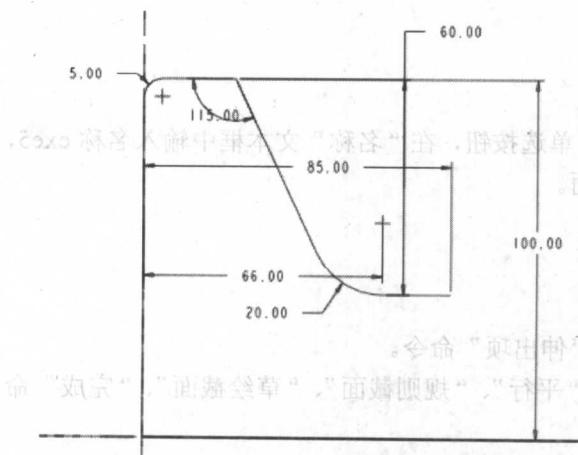

图 4-4
- (5) 绘制如图 4-4 所示的特征截面。
- (6) 单击草绘命令工具栏中的  按钮，单击模型对话框中的“确定”按钮，完成模型。